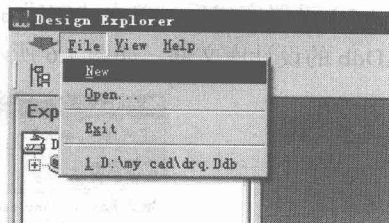
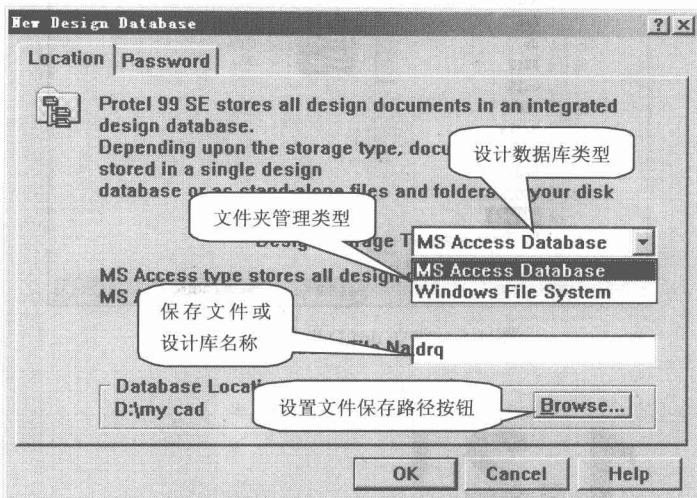

图 1.3 菜单操作
图 1.4 新建设计数据库设置
(2) 单击菜单命令 File | New，如图 1.3 所示，弹出 New Design Database（新建设计数据库）对话框，如图 1.4 所示。
(3) 在如图 1.4 所示的界面中有两个标签：默认为 Location 状态可进行文件类型设置、文件名称设置和文件保存路径设置。